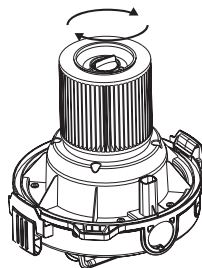

Fig. 17 – Retirando o filtro / efetuando a limpeza e secagem / remontando
3. Para retirar o filtro, gire a trava da parte inferior para a posição aberto. Realize a limpeza do filtro e da película do filtro conforme sequencia da fig. 17. Caso o filtro esteja com excesso de sujeira, providencie a troca por um filtro novo;